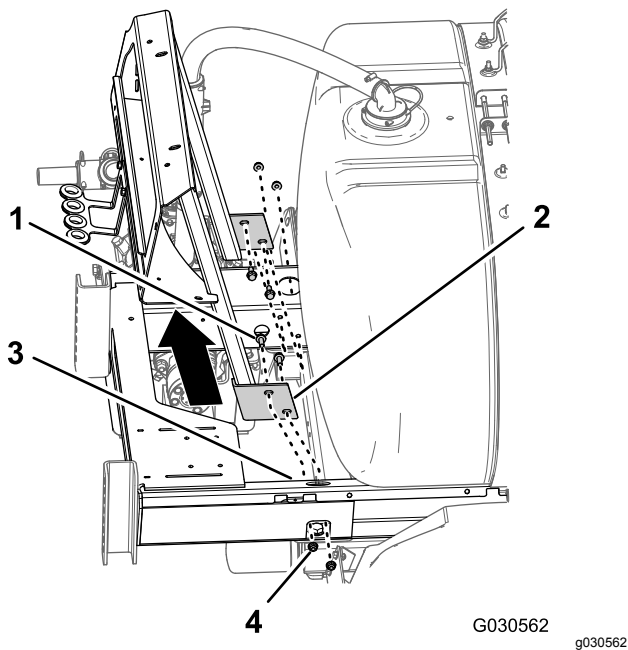

Figura 99
3. Rimuovete i 4 bulloni a testa flangiata ($\frac{3}{8}$ " x 1") e i 4 dadi di bloccaggio flangiati ($\frac{3}{8}$ ") che fissano la flangia del supporto del collettore al telaio della scocca dell'irroratrice e rimuovete il supporto del collettore dalla macchina (Figura 99).